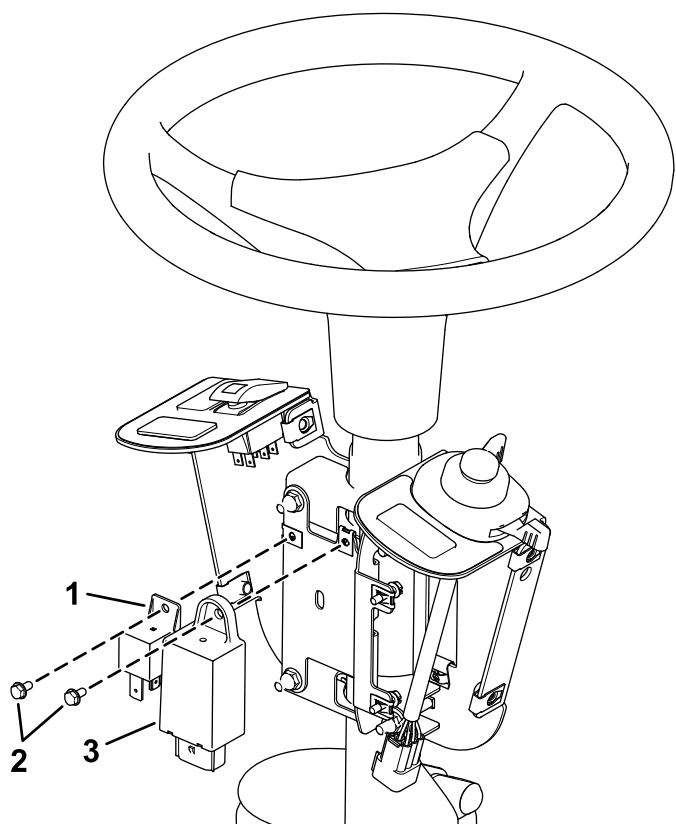

Figura 7
4. Instalezi unitatea de semnalizare și releul pe placa de montare a siguranței folosind 2 uruburi (#10 x 3/8") așa cum se arată în Figura 7.